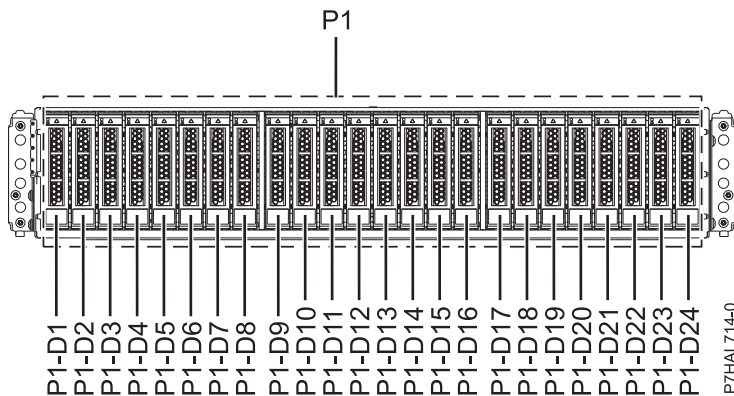

図 26. 5887 ディスク・ドライブ・エンクロージャーの正面図 (ディスク・ドライブの位置を示す)
3. 保守を行う部品およびエンクロージャーを識別します。ディスク・ドライブおよび SSD スロットはエンクロージャーの前面にあります。図 26 および図 27 は、5887 ディスク・ドライブ・エンクロージャーの正面図と背面図で、5887 ディスク・ドライブ・エンクロージャー内のディスク・ドライブの位置を示しています。